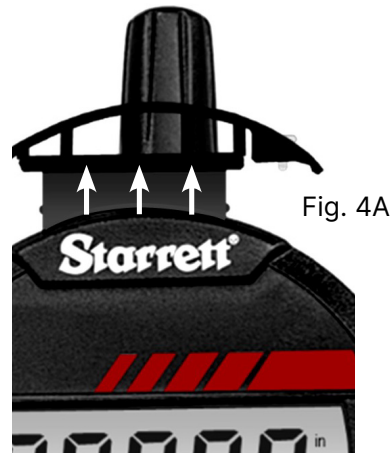

Fig. 4B
3. La Fig. 4B muestra la bandeja y batería vistas desde el frente del indicador. La Fig. 4C muestra el reverso. Retire la batería existente.